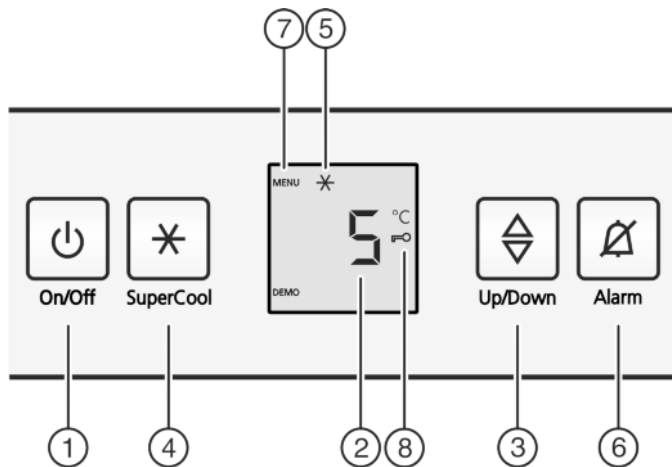

Fig. 2
- ▶ Aan/uit-toets Fig. 2 (1) indrukken.
- ▶ Toets SuperCool Fig. 2 (4) ca. 5 seconden indrukken.
- ▷ Op de display wordt het symbool Menu Fig. 2 (7) weergegeven.
- ▶ Met de toets SuperCool Fig. 2 (4) kort bevestigen.
- ▷ Het symbool Kinderbeveiliging Fig. 2 (8) op de display gaat branden.
- ▶ De toets On/Off Fig. 2 (1) kort indrukken.
- ▶ Toets Alarm Fig. 2 (6) indrukken.
► Temperatuurfunctie oproepen: Druk de insteltoets Fig. 2 (3) in.
► Temperatuur in 1 °C stappen wijzigen: Druk de insteltoets Fig. 2 (3) net zo vaak in, totdat de gewenste temperatuur op het temperatuurdisplay oplicht.
► Toets SuperCool Fig. 2 (4) kort indrukken.
▷ Het symbool SuperCool Fig. 2 (5) brandt op het display.
▷ Het symbool SuperCool Fig. 2 (5) in de display gaat uit.